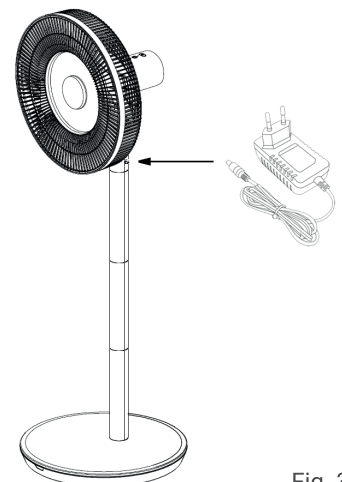

Fig. 3
2. Coloque o ventilador no chão, sobre uma superfície plana. Verifique a tensão doméstica para garantir que corresponde às especificações nominais do aparelho. Certifique-se de ligar a uma tomada de 220-240 V~ 50/60 Hz. Ligue o adaptador à tomada para fornecer energia. (Fig. 3 mostrada)